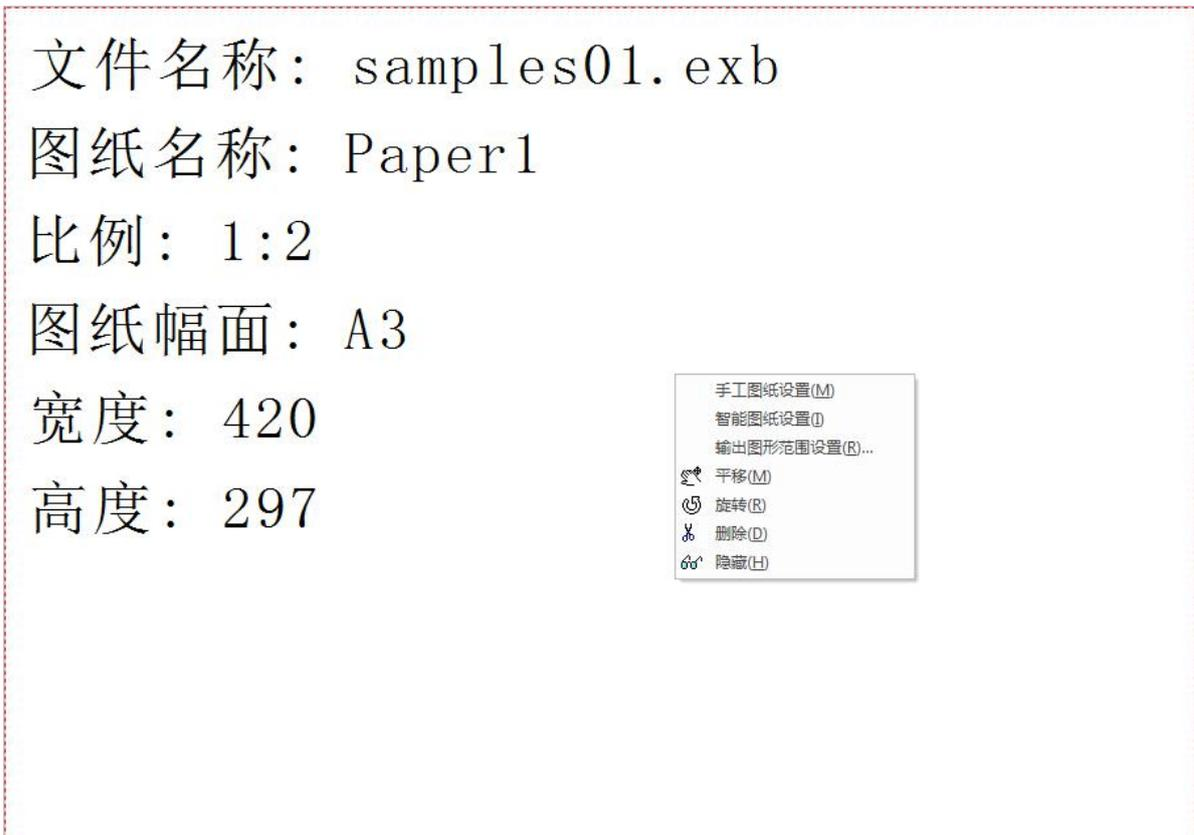

图 7-18 删除排版打印中的图纸文件
在打印任务列表窗口选择一个排版幅面打印单元，在预览区显示该排版幅面上的图纸信息，如图 7-18 所示。
删除排版打印中的图纸：在排版打印任务单元的图纸子节点上或在预览区中选择要删除的文件，被选中的图纸边框会有边框提示，然后单击鼠标右键弹出菜单选择就即可。如图 7-18 所示。
- 选中排版打印任务单元后，在预显区处选择要操作的图纸单击鼠标右键，单击弹出菜单中或按钮，结果如图 7-18 所示。